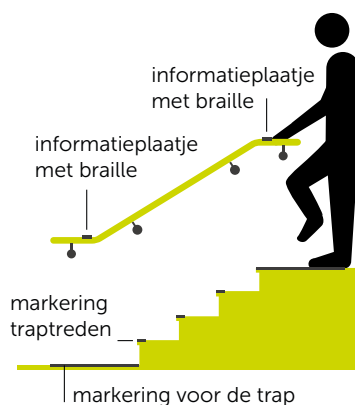

fig 36 Diverse vormen van markering voor het veilig gebruik van een trap en de oriëntatie in het gebouw.
- Tactiele informatie aan het begin en einde van een trapleuning in de openbare en semi-openbare ruimte helpt bij de oriëntatie. (fig 36)